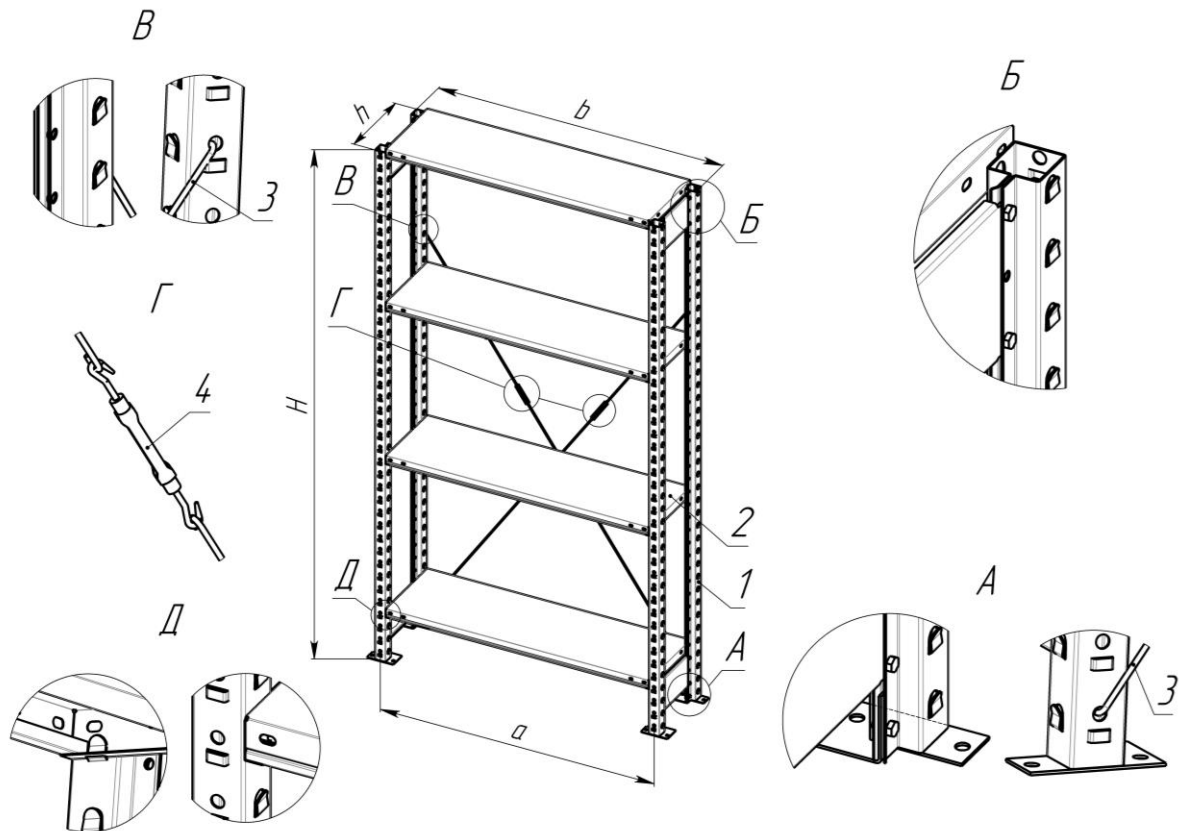

Рис. 1 – Схема сборки секции стеллажа серии САМус
Сборка стеллажа производится в соответствии со схемой сборки (рис. 1).
- 3.3. Поставьте вертикально две рамы и установите на зацепы нижнюю и верхнюю полки на необходимой высоте (рис. 1). Полки должны быть плотно вставлены в зацепы на стойках до упора с усилием от руки. При установке полок, придерживайте рамы от их падения.